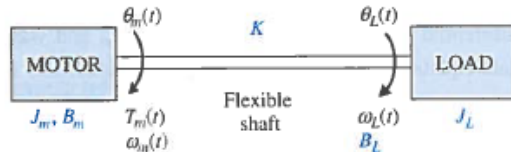

Figure 4P-19
E.2 Modéliser un système dynamique : Kuo #4-25 (a) et (b) pour le circuit de la figure 4P-25b